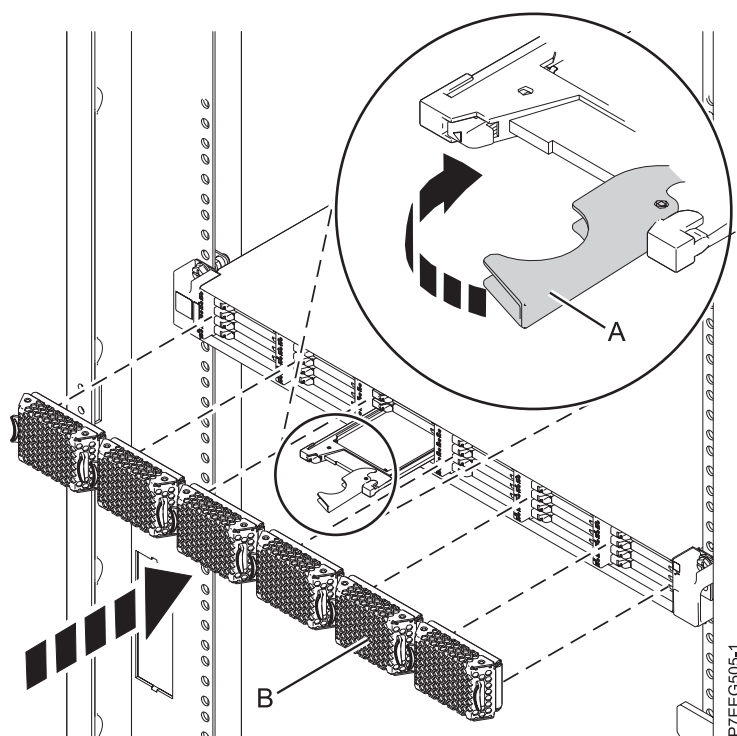

Figura 7. Instal·lació d'una unitat d'estat sòlid a Allotjament d'emmagatzematge EDR1 PCIe
1. Amb la nansa en posició desbloquejada, alineeu la unitat d'estat sòlid amb les guies de l'allotjament. Consulteu Figura 7.